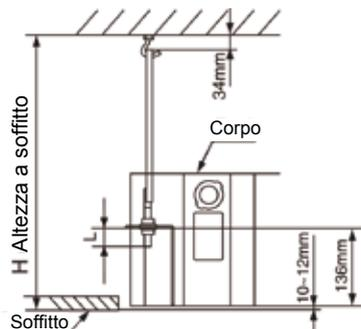

Figura 5
- Regolare la posizione per garantire che le distanze tra il corpo e i quattro lati del soffitto siano uniformi. La parte inferiore del corpo dell'apparecchio dovrebbe incassarsi nel soffitto per 10-12mm (fare riferimento alla figura 5).